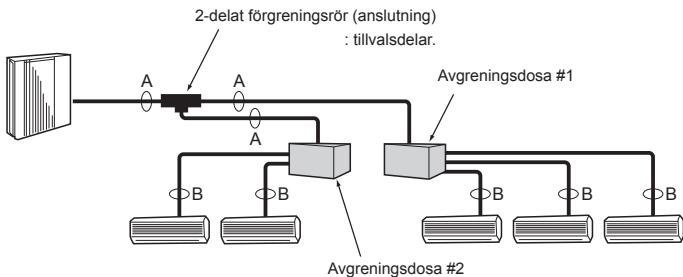

Fig. 4-4
4.3.2. Anslutning med Avgreningsdosa (Fig. 4-4)